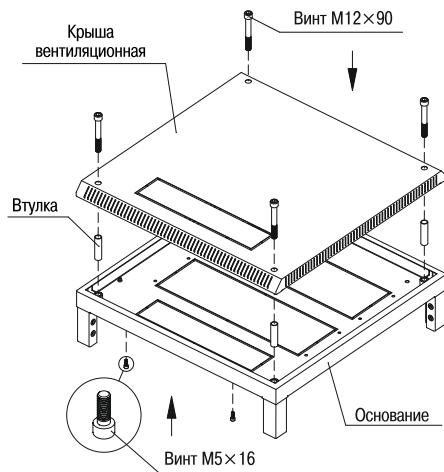
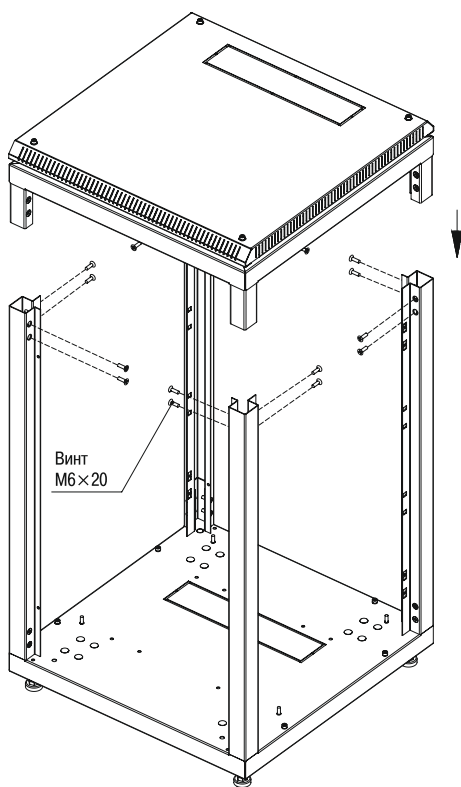

Рисунок 2 – Верхнее основание
Рисунок 4
3.1.2 Соедините и закрепите верхнее основание с крышей вентиляционной, установите винты М5×16 (2 шт.) с цилиндрической головкой (рисунок 2).
3.1.4 Вставьте в стойки собранный узел основание-крыша (рисунок 2), закрепите винтами (рисунок 4).